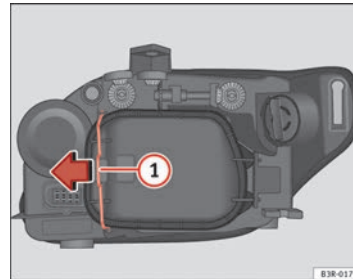

Abb. 214 Standlicht (Fahrzeuginnenseite)
- Den Spanner ⇒ Abb. 214 ① in Pfeilrichtung bewegen und den Deckel abnehmen, indem zuerst die Seite des Spanners und danach die beiden Laschen des anderen Endes des Deckels abgenommen werden.